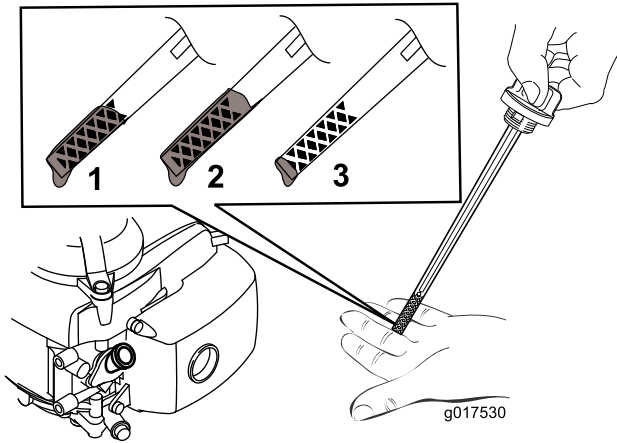

Bild 10
5. Siehe Bild 10, wie Sie den richtigen Ölstand am Peilstab ablesen.
Hinweis: Füllen Sie das Motorkurbelgehäuse mit Öl, bis der Peilstab angibt, dass der Ölstand richtig ist, wie in Bild 10 dargestellt. Wenn Sie zu viel Öl in den Motor füllen, lassen Sie etwas Öl ab, wie in Wechseln des Motoröls (Seite 14) angegeben.